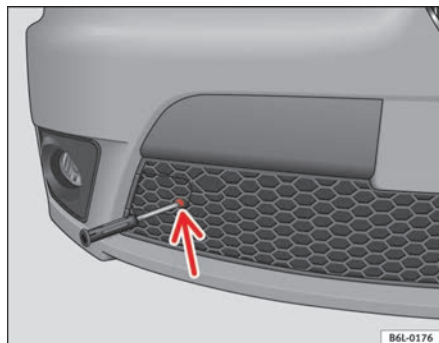

Fig. 172 Tapa de argolla situada en la rejilla central inferior
- Extraiga primero el tornillo que la sujeta con el destornillador de dotación ⇒ fig. 172.